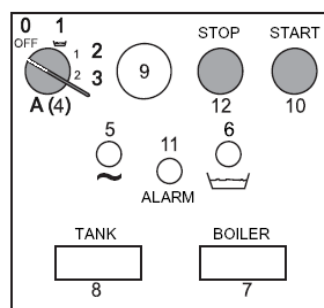

рис. 12
Подайте напряжение посредством главного настенного выключателя машины и включите её с помощью переключателя "0-1" или "P0" для электронных моделей (см. пар. 17 и 18 и рис. 12 - 13 - 14): загорится лампочка-индикатор (5) (светодиодный индикатор 8 в электронной модели).